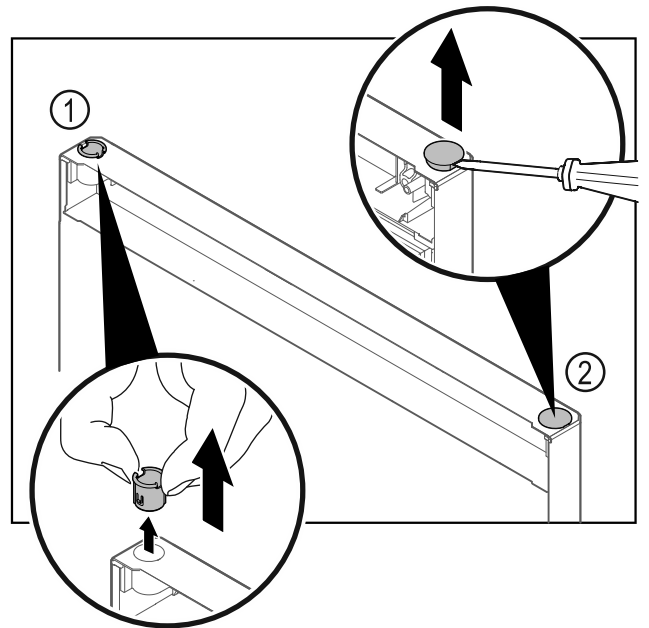

Fig. 29
- ▶ Extraer el casquillo de bisagra Fig. 29 (1) con los dedos.
- ▶ Levantar cuidadosamente el tapón Fig. 29 (2) con un destornillador para tornillos de cabeza ranurada y extraerlo.